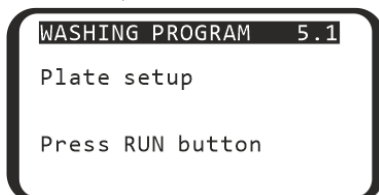

Рисунок 14. Калибровка планшета
- Выберите пункт PLATE SETUP нажатиями кнопки **Enter ▼** в стартовом режиме и нажмите кнопку **Run/Stop**, на дисплее появляется надпись (рис. 14).